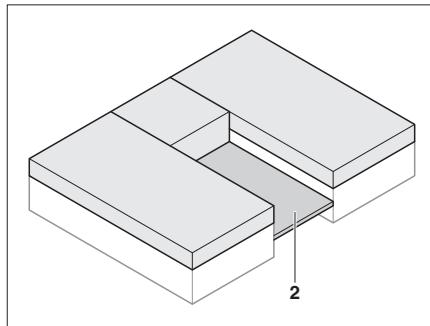

Fig. 75 Extraer el somier
- Extraer el somier (Fig. 75,2) entre las camas individuales.